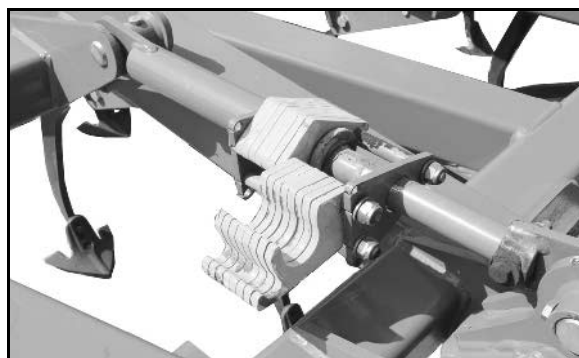

Fig. 50
- au niveau des roues d'appui ou de jauge (Fig. 50).